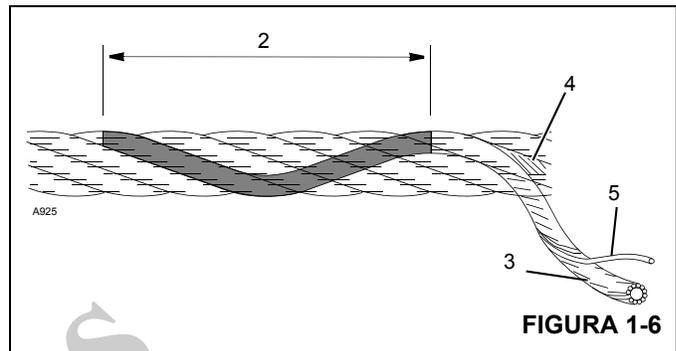

FIGURA 1-6
13. Ao verificar se há fios rompidos (5) (Figura 1-6) relaxe o cabo, remova-o dos “pontos de sustentação” e flexione-o o máximo possível. Use um furador afiado para puxar e separar os fios e os cordões, levantando qualquer fio que aparente estar solto ou que se mova excessiva-